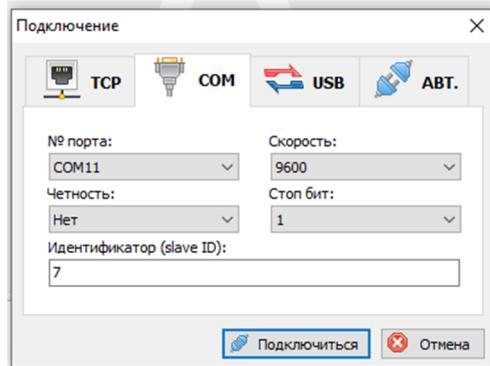

Рисунок 7 – Окно «Подключение».
Установка связи происходит при нажатии кнопки «Подключиться»  В появившемся окне (рисунок 7) необходимо выбрать тип подключения (COM), номер порта, четность (нет), адрес устройства, скорость подключения, стоп бит (1) и нажать кнопку «Подключить». Если связь установлена, появится вкладка, отображающая данные, поступающие с измерительных каналов. На вкладке «Конфигурация» можно посмотреть текущие настройки модуля.